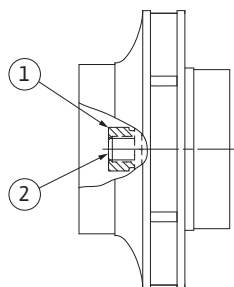

Fig. 55: 安装后叶轮螺母正确的位置
29. 固定住轴（请见操作步骤 24），用规定的拧紧扭矩（“表 11：螺栓拧紧扭矩”，第 46 页）拧紧叶轮螺母。螺母（Fig. 55，位置 1）必须与轴端（Fig. 55，位置 2）平齐，误差大约 $\pm 0.5 \text{ mm}$ 。如果不是这样，则拧松螺母，重复操作步骤 25 至 29。